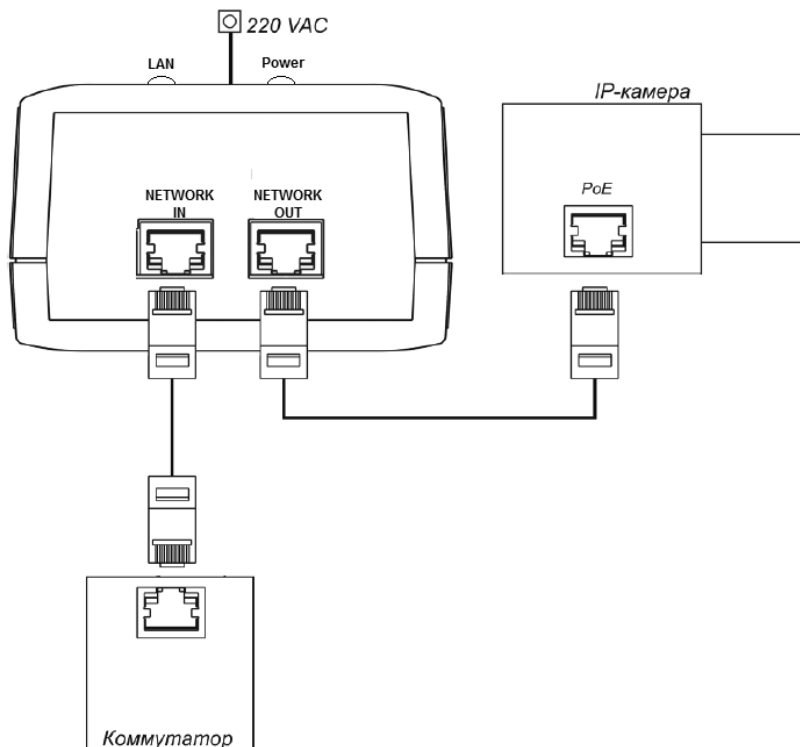

Рисунок 2 – схема подключения
- Подключите коммутатор (hub/switch) стандартным сетевым кабелем к разъему «NETWORK IN» изделия (см. рисунок 2)